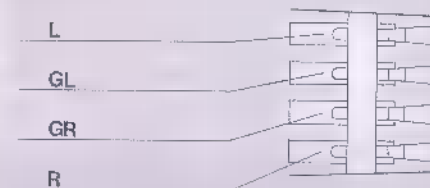

Fig. 15
3. Die Anschlüsse am Systemträger und Tonabnehmersystem sind gekennzeichnet (Fig. 15). Verbinden Sie die Anschlußlitzen des Systemträgers mit den entsprechenden und gleich gekennzeichneten Anschlußstiften des Tonabnehmersystems.
3. Les connexions sur le porte-cellule et la cellule sont repérées. Reliez les cordons du porte-cellule aux broches de la cellule portant le même repère (Fig. 15).
3. The connection inputs on the cartridge holder and on the cartridge are color coded. Connect the leads of the cartridge holder to the correspondingly coded connection pins of the cartridge (Fig. 15).
3. De aansluitingen aan de houder zijn gekleurd. De kleurencode komt overeen met de aanwijzingen op het element. Sluit ze achtereenvolgens aan (Fig. 15).
3. Las conexiones del portacapsulas y de las capsulas van marcadas. Conecte las ranuras del portacapsulas con las clavijas de igual marca en el sistema-fonocaptor (Fig. 15).
3. Anslutningstrådarna i monteringsbryggan är färgmärkta (Fig. 15). Koppla dessa trådar till stiften med motsvarande markering på pick-upen.
3. I contatti della testina sono contrassegnati (Fig. 15). Collegate questi con i corrispondenti della cellula.